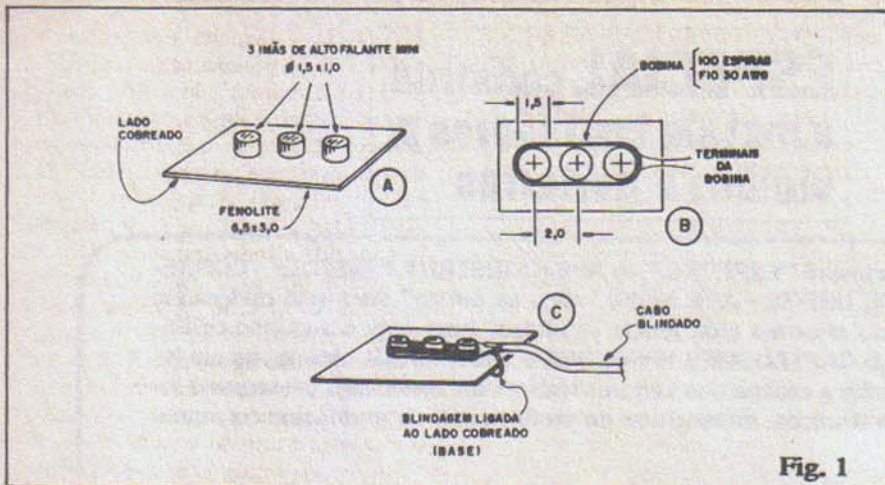
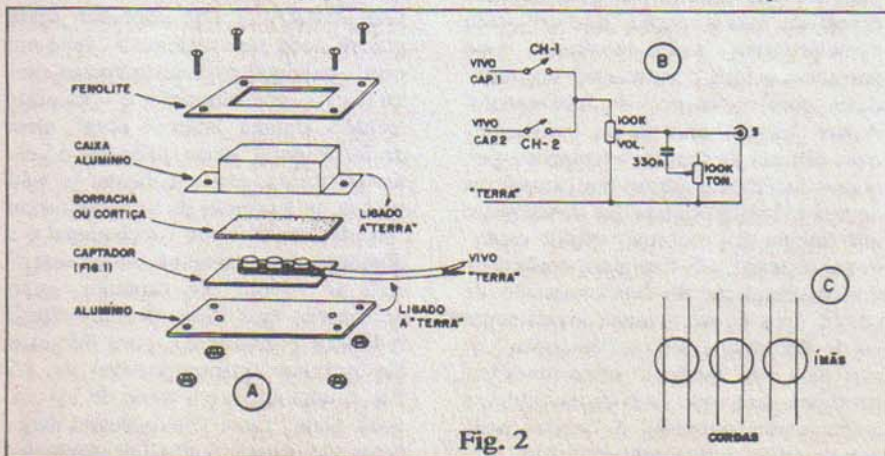
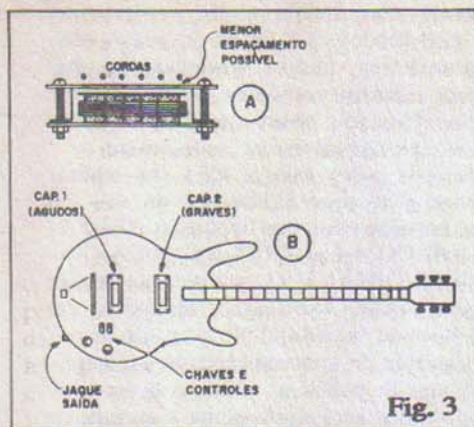

Fig. 1
Fig. 2
Fig. 3
**- FIG. 1 - CONSTRUINDO UM CAPTADOR MAGNÉTICO PARA GUITARRA** - Um captador desse gênero pode ser totalmente "feito em casa", exigindo para tanto apenas materiais de fácil obtenção, e - naturalmente - alguma "mão de obra", além de ferramental básico (nada que o Leitor/Hobbysta provavelmente já não possua, na sua caixa de ferramentas ou "sucata"...). O ponto fundamental é a obtenção dos magnetos (ímãs) essenciais ao "miolo" do captador: serão necessários três ímãs, de preferência redondos (cilíndricos), com diâmetro tão próximo quanto possível de 1,5 cm., e uma altura em torno de 1,0 cm. cada. Uma "fonte" óbvia desses magnetos são pequenos alto-falantes inuti-
- **FIG. 1-B** - O espaçamento entre o centro dos magnetos (os três devem ficar alinhados) deve situar-se em torno de 2,0 cm. Uma vez fixados os imãs, o Leitor/Hobbysta deve providenciar cerca de 15 metros de fio de cobre esmaltado nº 30 (ou nº 32) e enrolar 100 voltas do dito fio em torno do trio de magnetos, conforme mostra a figura. Obtidas as 100 espiras, o conjunto deve ser fixado com fita adesiva ou filetes de cola, aplicados ao aglomerado de fios, de modo que a bobina não "desmonte". Mantenha-se, contudo, a superfície superior dos imãs, livre e limpa.
- **FIG. 1-C** - A ligação elétrica da bobina captadora deve ser feita com cabo blindado mono, fino, conetando-se a "malha" e o "vivo" de tal cabo, indiferentemente aos dois fios/terminais da bobina (não esquecer de raspar o esmalte do fio de cobre, caso contrário a ligação soldada não "pegará"). O
- **FIG. 2-A** - Vista explodida do captador magnético, em seu todo. As dimensões gerais não são dadas, pois tratam-se de dados ou parâmetros **não críticos**, dependendo muito das próprias dimensões ou forma do tampo do instrumento ao qual o captador vá ser acoplado. É fácil, porém, inferir as dimensões de cada item, tomando-se como base as medidas do substrato e do conjunto de imãs/bobina (FIG. 1). Como base mecânica geral da "coisa", usamos uma placa retangular de alumínio (ou mesmo lata, recortada na forma e dimensão convenientes...). Para proteção à parte superior do conjunto imãs/bobina, um pequeno retângulo de borracha (pode ser até recortado de câmara de pneu...) ou cortiça. O conjunto básico é fechado numa espécie de caixa de alumínio ou lata (materiais fáceis de recortar e "planificar", dobrando-se nos pontos convenientes, dotada de duas abas para fixação. Finalmente, para fechamento "estético" do captador, um retângulo de fenolite, fórmica ou mesmo plástico rígido, contendo uma "janela" centrada, destinada a receber o topo da "cai-
- **FIG. 2-B** - A circuitagem (simples) interna da guitarra é mostrada, em esquema, na figura... Notar que normalmente as guitarras usam pelo menos dois captadores, e assim o Leitor/Hobbysta deverá construir dois conjuntos (fig. 1 e 2-A) completos de captação magnética, para um perfeito desempenho. No pequeno circuito de comando e controle, duas chaves simples (CH-1 e CH-2) determinarão qual o captador que deve entrar em ação. Observar bem as conexões dos "vivos" (condutor do "miolo" dos cabos blindados) e "terra" (malha dos cabos blindados). Os controles são dois: um para VOLUME e outro para a TONALIDADE, ambos executados por potenciômetros de 100K. Um capacitor (poliéster) de 330n perfaz o conjunto RC variável do controle de tonalidade (em série com o respectivo potenciômetro). A saída "S" do sistema é normalmente feita através do apropriado jaque (tamanho grande), interligando ao circuito e controles via cabo blindado.
- **FIG. 2-C** - Importantes aspectos "mecânicos" da implementação: como são três os magnetos, estes devem atuar sobre as cordas do instrumento, **duas a duas**, ficando fisicamente distribuídos de acordo com o diagrama. QUEM QUIER CONSTRUIR O CAPTADOR PARA USO NUM CONTRA-BAIXO (4 CORDAS) DEVERÁ USAR DOIS IMÃS DE DIÂMETRO UM POUCO MAIOR, OU ENTÃO QUATRO IMÃS DE DIÂMETRO UM POUCO MENOR (PROPORCIONANDO O POSICIONAMENTO DE CAPTAÇÃO DAS CORDAS, RESPECTIVAMENTE DUAS A DUAS OU UMA A UMA...).
- **FIG. 3-A** - Ainda quanto aos aspectos "mecânicos" do sistema: para bom rendimento e sensibilidade, é importante que o topo do captador guarde a menor distância possível - na instalação final - com relação ao plano das cordas do instrumento. Observar que esse ajuste mecânico normalmente será
- **FIG. 3-B** - Para que ocorra uma eficiente captação harmônica do som do instrumento, normalmente são necessários dois captadores (conforme já foi dito). Estes devem ser posicionados da seguinte forma: um bem próximo ao cavalete ou pente (extremidade das cordas), destinado à captação dos harmônicos AGUDOS, e outro junto ao fim do braço do instrumento (mais próximo à zona central das cordas), para captação dos tons fundamentais, mais GRAVES. Músicos mais exigentes poderão acoplar até três captadores (mais um, em posição central com relação aos dois mostrados na figura), configurando o necessário chaveamento (ver FIG. 2-B) de modo a proporcionar inúmeras possibilidades harmônicas de captação. Ainda na figura, vemos as posições tradicionais adotadas para os controles (potenciômetros e chaves), bem como a localização prática do jaque de saída.
Apesar das suas funções complexas, o circuito do COVOD (fig. 1) é paradoxalmente simples! Fugindo do uso de raros (e caros...) Integrados específicos, tipo conversor digital/analógico, conjugados a complexos amplificadores controlados por tensão (VCA), o arranjo é baseado, em sua essência, num "manjadíssimo" Integrado C.MOS